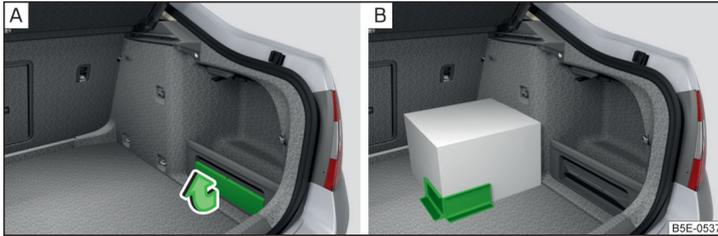

Abb. 123 Cargo-Element herausnehmen / Befestigungsbeispiel der Ladung mittels des Cargo-Elements
- Das Cargo-Element (ein Teil der Ablagefachabdeckung) in Pfeilrichtung herausnehmen » Abb. 123 - **A**.
- Das Cargo-Element mit Klettverschluss auf dem Bodenbelag des Gepäckraums » Abb. 123 - **B** oder auf der Stoffseite des beidseitigen Bodenbelags befestigen.